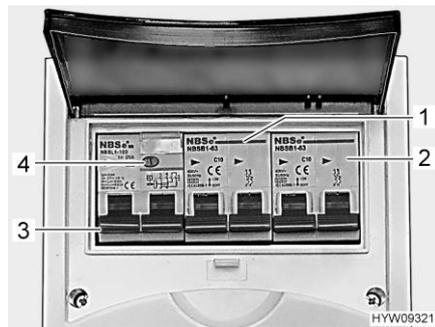

Fig. 107 Disjoncteur de protection de circuit et disjoncteur FI (coffret de fusibles 230 V)
Un disjoncteur différentiel (disjoncteur FI) (Fig. 107,3) dans le coffret de fusibles protège tout le véhicule contre le courant différentiel (30 mA).
Le disjoncteur de protection de circuit connecté en aval (10 A) (Fig. 107,1) protège les prises de courant de 230 V, le bloc électrique, le chargeur supplémentaire et le réfrigérateur.
Sur les véhicules possédant un équipement particulier tel que la climatisation dans le toit, un disjoncteur de protection de circuit supplémentaire (16 A) (Fig. 107,2) protège l'appareil.
■ Lorsque le véhicule est raccordé à l'alimentation 230 V, appuyer sur la touche de contrôle (Fig. 107,4). Le disjoncteur différentiel (FI) doit se déclencher.